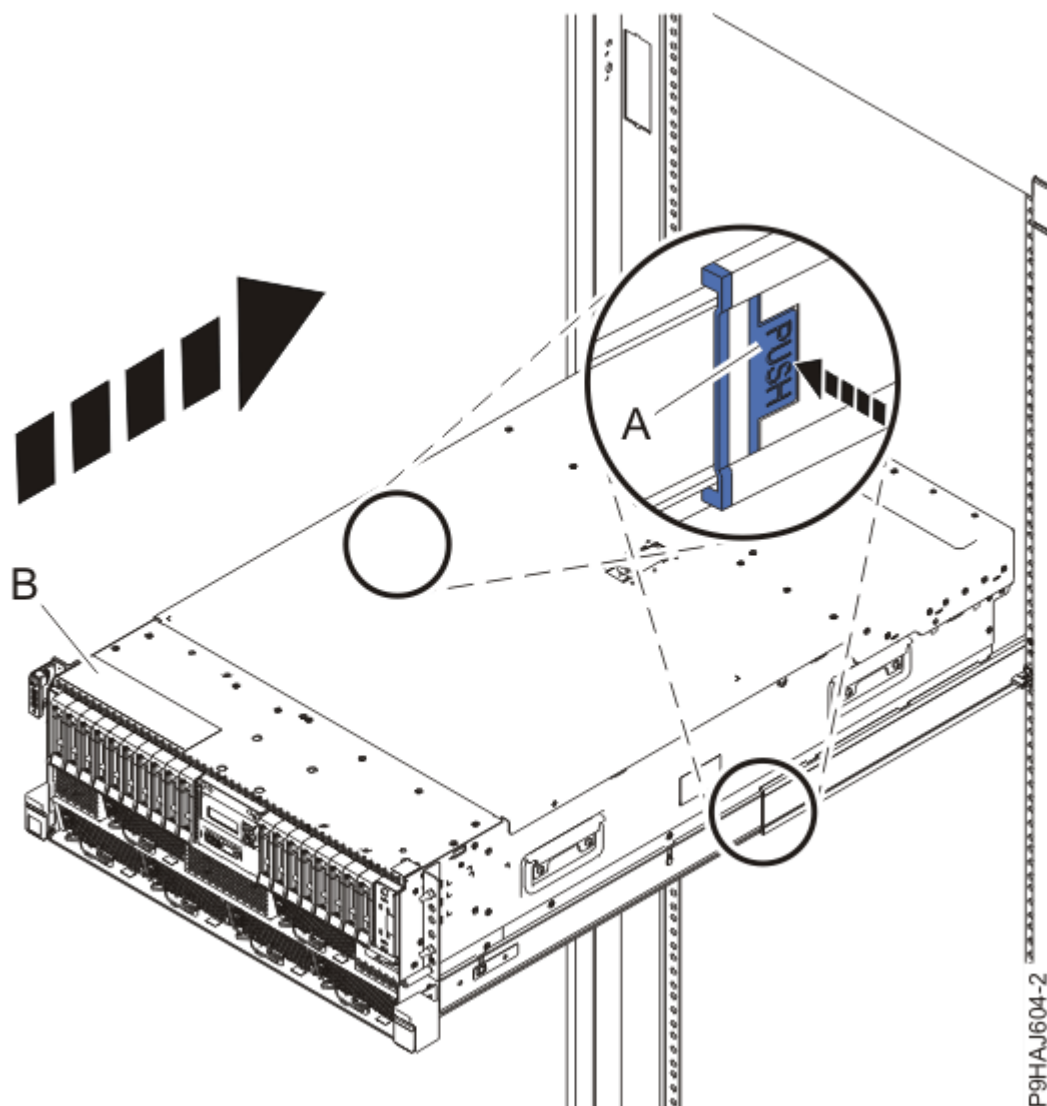

図 60. システムの操作位置への設置
3. ラック・マウント型システムの場合、青色のレール安全ラッチ **(A)** を、70 ページの図 60 に示されているように内側に押してアンロックします。